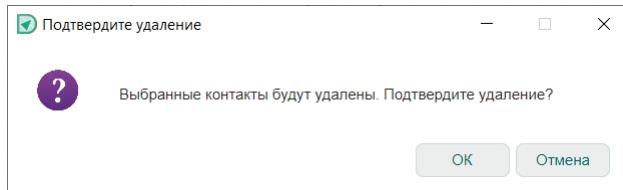

Рис. 248 Окно «Подтвердите удаление»
3. В окне «Подтвердите удаление» нажмите «OK» для завершения операции удаления или нажмите «Отмена» для отмены операции, см. Рис. 248.